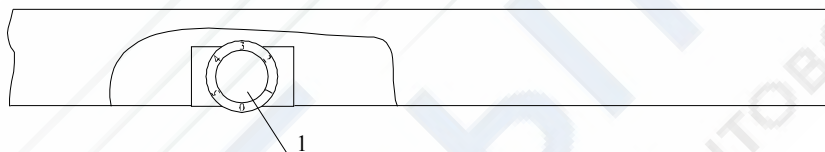

Рис.2. Регулировка температурного режима
- 7.2. Температурный режим в холодильнике устанавливается путем поворота ручки терморегулятора 1 (рис.2) до выбранного по шкале температурного режима. При этом: